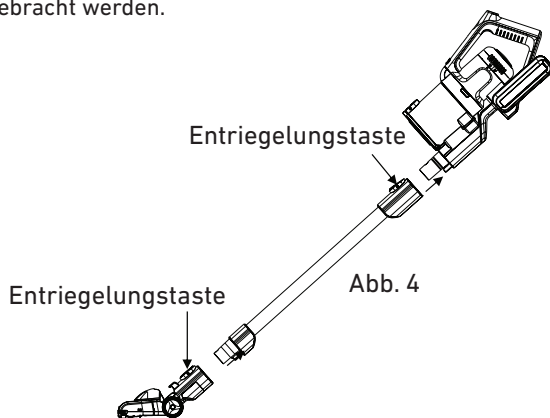

Abb. 4
1. Befestige das Verlängerungsrohr wie abgebildet am Staubsaugergehäuse (Abb. 4) und drücke es fest. Ein Klicken ist zu hören.
2. Stecke den Bodenaufsatz auf das Verlängerungsrohr (Abb. 4). Ein Klicken ist zu hören. Anstelle des Bodenaufsatzes können die Fugendüse und die Kombidüse angebracht werden.